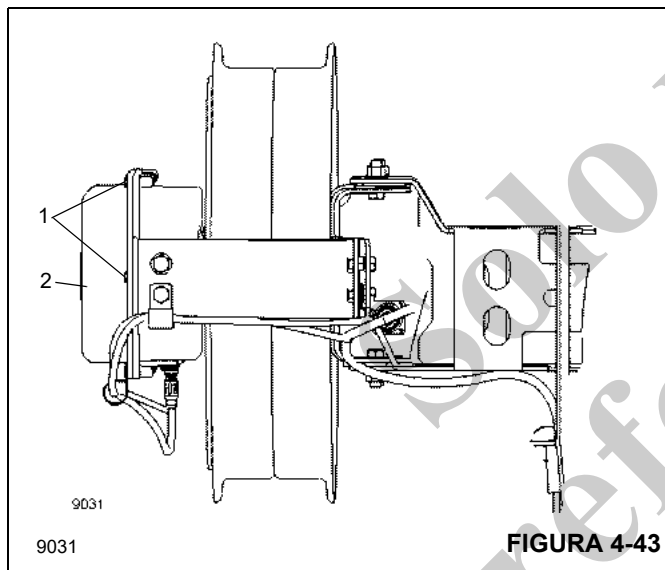

FIGURA 4-43
- Destornille todos los tornillos (1, Figura 4-43) y retire la caja (2).